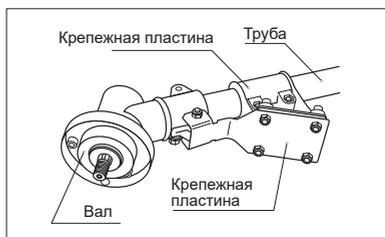

Рис. 3
2. В моделях со складной штангой соедините верхнюю и нижнюю части штанги, повернув их так, чтобы нижний подпружиненный штифт вошел в отверстие в верхней части штанги. При необходимости поверните вал катушки так, чтобы приводной вал, расположенный в нижней части штанги, вошел в зацепление с аналогичным валом, расположенным в верхней части катушки. Зафиксируйте соединение с помощью зажимного винта штанги (рис. 3).